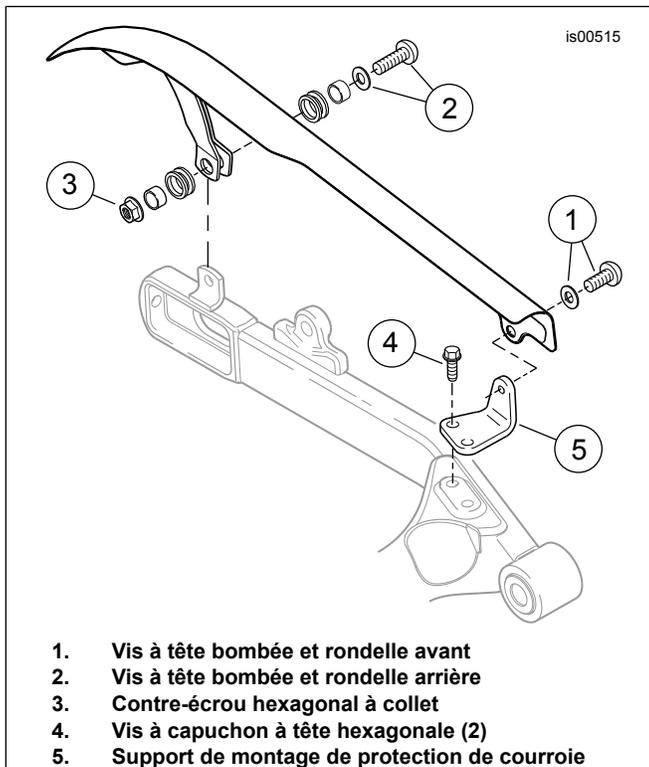

Figure 3. Dépose de la protection de courroie supérieure
5. Voir la Figure 3. Retirer et conserver les fixations de protection de courroie supérieure avant (1) et arrière (2, 3) et retirer avec soin la protection de courroie supérieure du véhicule.